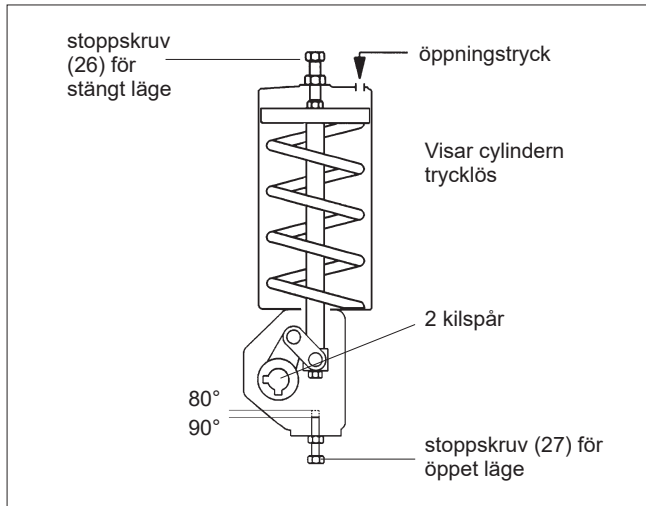

Fig. 6 B1J-manöverdon
Montera manöverdonet på ventilen med kolven i cylinderns övre ände och ventilen i stängt läge, se fig. 6. Cylindern måste vara trycklös och luftportarna öppna. Justera inställningen för stängt läge med hjälp av stoppskruven (26) i cylinderändan. Stoppskruven (26) är tätad med en o-ring (33a). Inställningen för öppet läge justeras med stoppskruven (27) längst ned i huset medan manöverdonet är trycksatt och kolven är i det nedre läget.